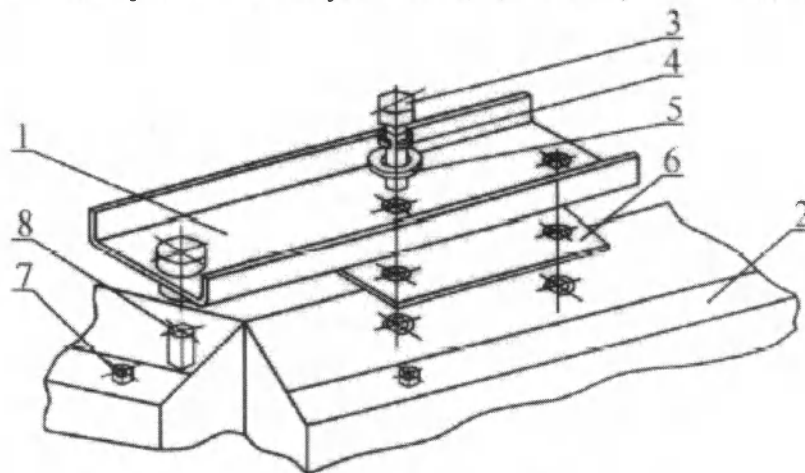

Рис.4 Узел шарнирного соединения блоков облучателей:
- 6.1.7 Шарнирную полость верхней петли смазать консистентной смазкой, установить на цилиндрический штырь (см. рис.4). Под петлю положить прокладку 6. Закрепить петлю с помощью болтов 3, положив под каждый болт шайбы 4 и 5